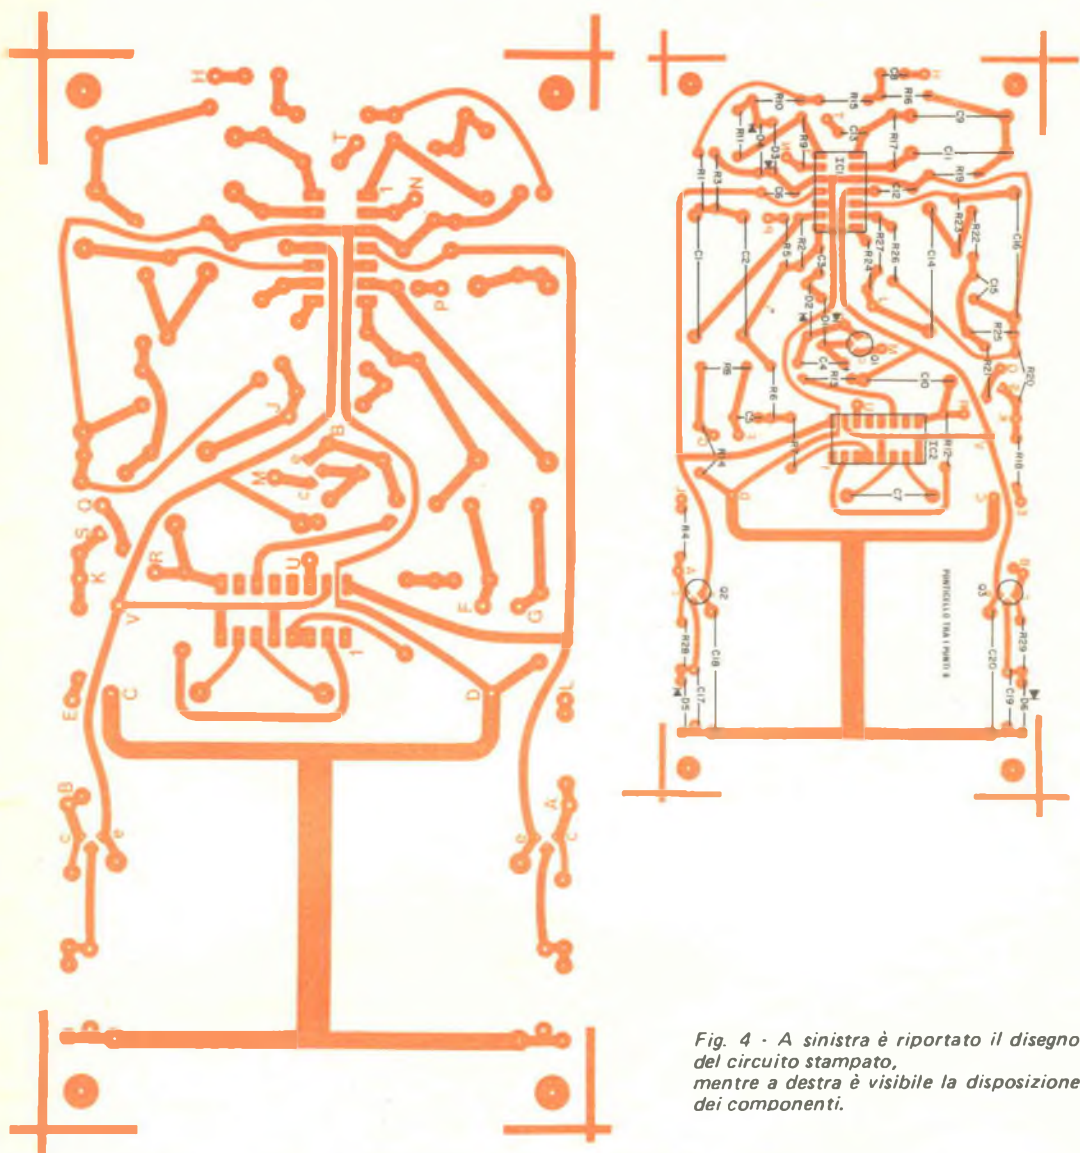

Fig. 4 - A sinistra è riportato il disegno del circuito stampato, mentre a destra è visibile la disposizione dei componenti.
**Costruzione** - Nella fig. 4 sono riportati il disegno del circuito stampato e la disposizione dei componenti. E' raccomandabile usare condensatori di precisione per C1, C2, C7, C9, C10, C11 e C14. Inoltre, per ottenere stabilità alla temperatura e all'umidità, C7 deve essere del tipo al polistirolo. Il ponticello isolato deve essere montato tra i due punti contrassegnati con la lettera B nella fig. 4. Si rispettino le polarità dei condensatori elettrolitici e dei semiconduttori nonché i contrassegni a intaccature e punti dei circuiti integrati. Per le saldature si usino un saldatore di bassa potenza e filo di stagno sottile.